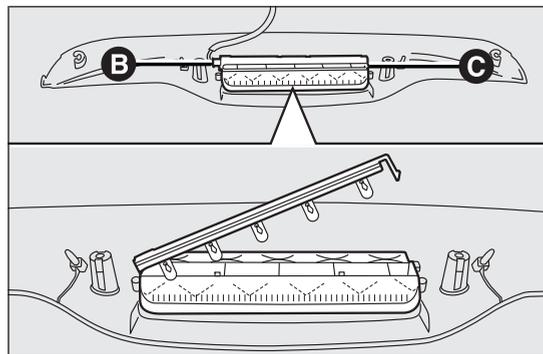

fig. 118
- scollegare il connettore elettrico B fig. 118;
- premere sul dispositivo di ritegno C fig. 118 e aprire il portalampe;